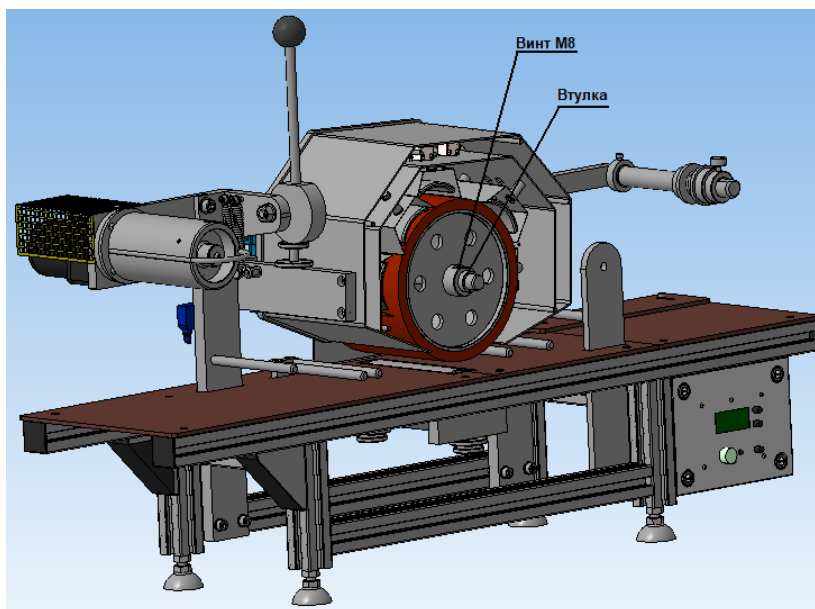

Рис.4
4. Снимите дистанционную втулку с оси вала, выверните стопорный винт М8 и снимите вал. (Рис.4)